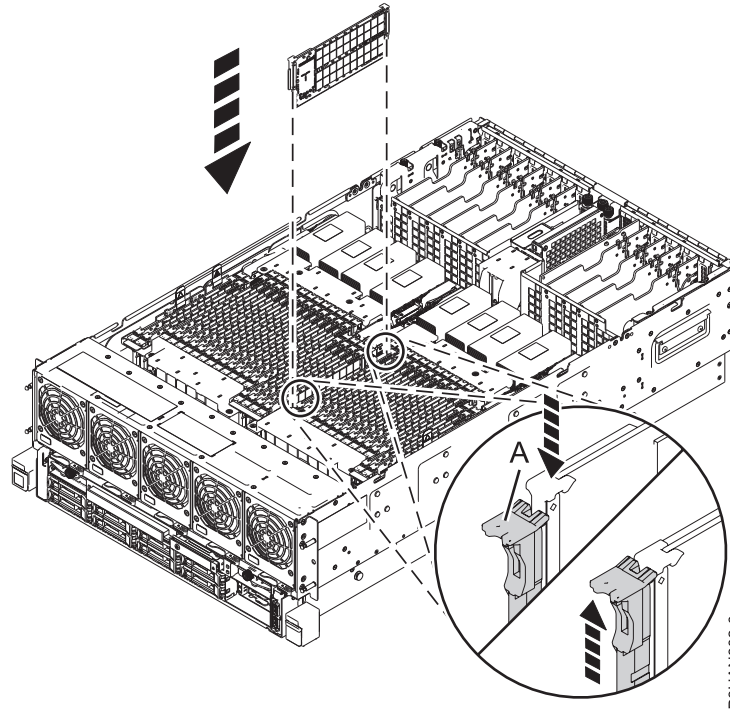

Figura 6. Instalación o sustitución de memoria en el sistema 8408-44E o 8408-E8E
6. Inserte firmemente el módulo de memoria en la ranura hasta que la pestaña de bloqueo (A) encaje en su sitio. Consulte la Figura 6 en la página 9.